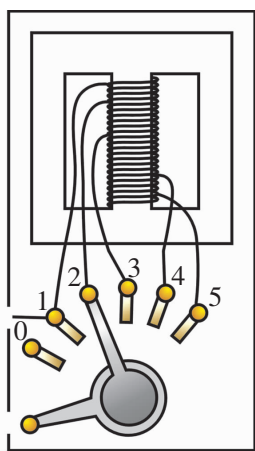

图 2-4-5
3. 图 2-4-5 是电风扇调速器的结构示意图，在一个“日”字形的软铁芯上，绕了数百匝线圈，每隔数十匝连一抽头接到 2~5 端钮上。由图可知，端钮 0 是断路的，端钮 1 不经线圈直接通电，风扇的转速最高；端钮 5 连的线圈匝数最多，转速最低。试简述其工作原理，并分析这样调速相对于用串联电阻方式调速有什么优势。